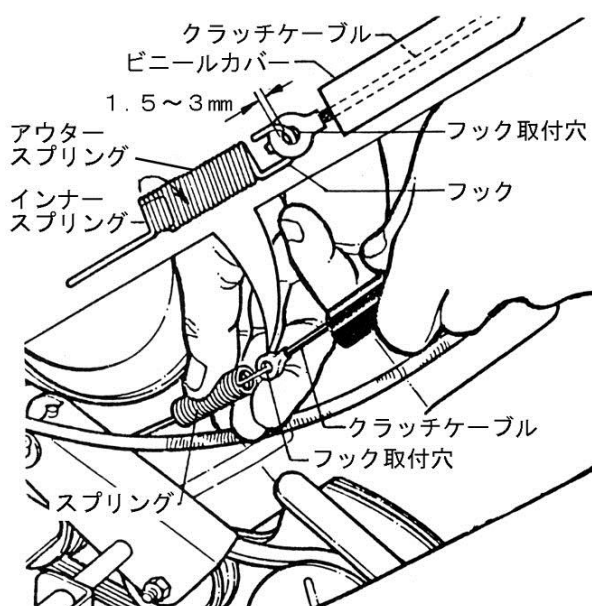

図 6-4
1. エンジンを停止して、クラッチレバーを放した状態でスプリングのフックとクラッチケーブルのフック取付穴との遊びを点検します。適切に調節されているときは、1. 5～3ミリの遊びがあります。（図6-4）
3. 遊びがないとクラッチレバーを放しても、ベルトの張りが完全ゆるまないため、停止しなかったり、たとえ停止してもベルトに負荷がかかったまま、プーリーが空転するためベルトの寿命を著しく縮めます。（図6-4）